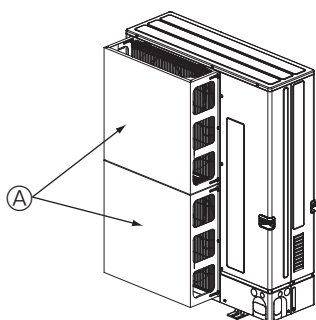

Fig. 2-5
- ② Installer un guide de protection d'air si l'appareil est placé dans un endroit où les vents violents d'une tempête, par exemple, pourraient s'engouffrer directement dans la sortie d'air. (Fig. 2-5)